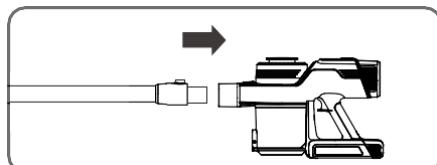

Figure 2
- Pour retirer le tube d'aluminium, tenez le boîtier principal d'une main et tirez dessus de l'autre main en appuyant sur le bouton. (Figure2)